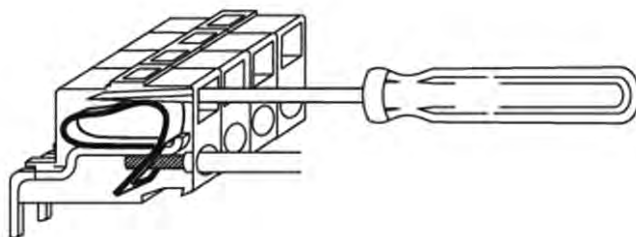

Рис. 6. Подключение проводника к соединителю WAGO
Для подключения проводников вторичных цепей к электронному модулю управления CM_1501_01(4) используются соединители WAGO. Для подключения должен использоваться провод сечением (0,5...2,5) мм². Допускается использование как одно-, так и многожильных проводников. Необходимо производить зачистку изоляции проводника на длину (6...10) мм. Проводники соединяются с помощью специальной отвертки, поставляемой вместе с электронным модулем управления CM_1501_01(4) (см. рис. 6).